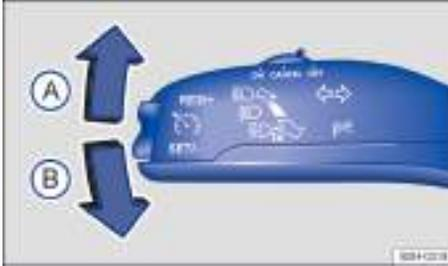

Fig. 72 En el lado izquierdo de la columna de dirección: palanca de las luces de giro y de la luz alta.
- Mueva la palanca de las luces de giro y de la luz alta de la posición central a la posición deseada → fig. 72: